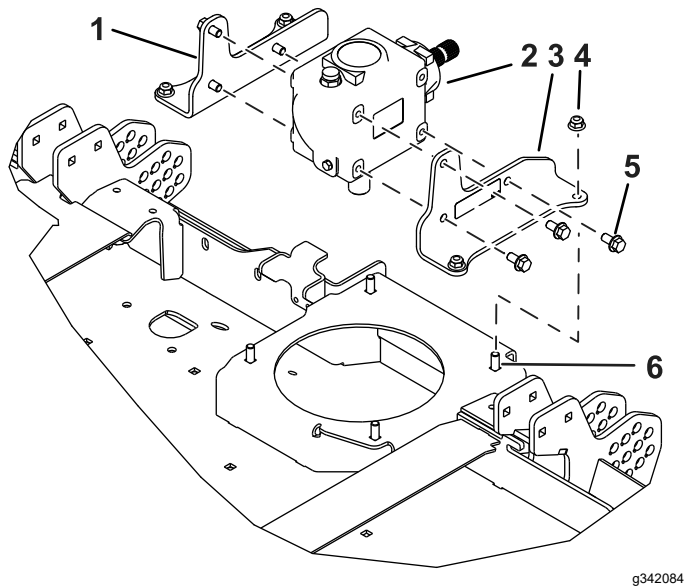

Bild 3
6. Montieren Sie die neuen Halterungen mit sechs neuen Schrauben ($\frac{3}{8}$ " x $\frac{3}{4}$ ") an der Seite des Getriebes, siehe Bild 3.
7. Montieren Sie die Halterungen mit den zuvor entfernten Schlossschrauben und Muttern Bild 3 an das Mähwerk.